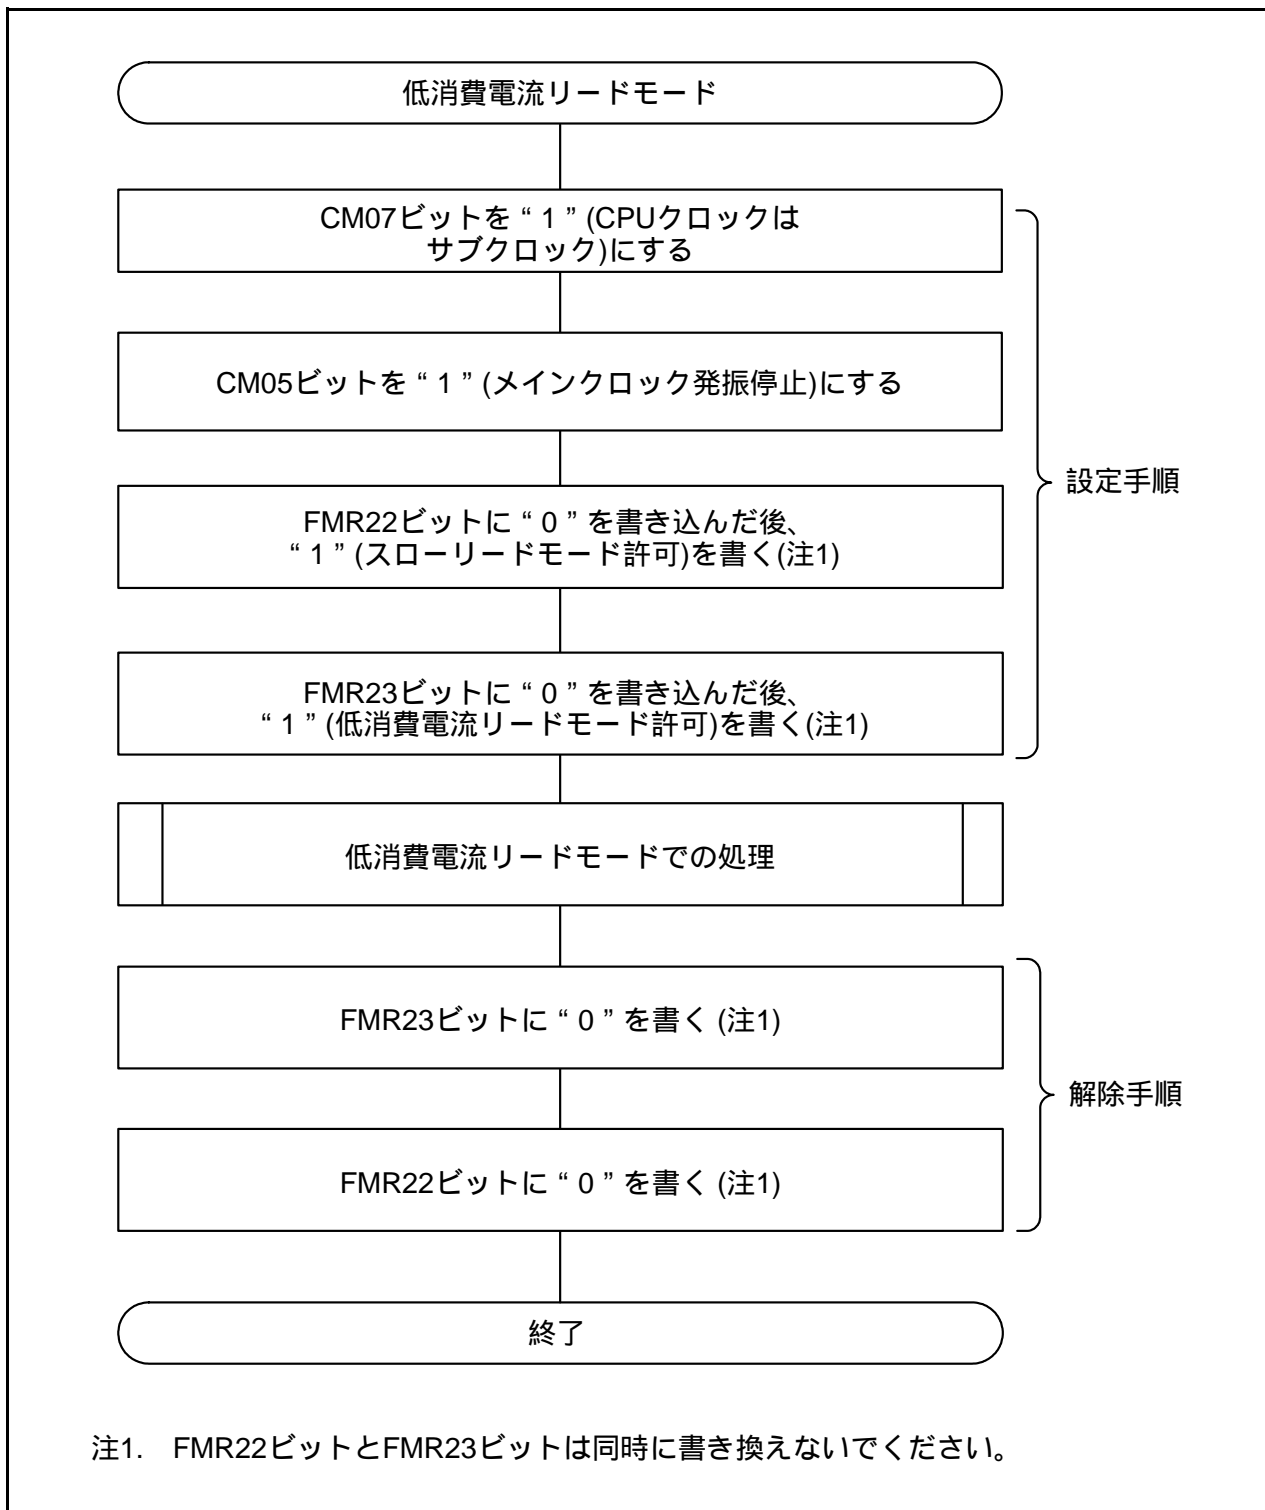

図9.5 低消費電流リードモードの設定、解除
CM0レジスタのCM07ビットが“1”(CPUクロックはサブクロック)のとき使用できます。図9.5に低消費電流リードモードの設定、解除を示します。
- 低消費電流リードモードに遷移する際は、スローリードモードを経由してください(「図9.5 低消費電流リードモードの設定、解除」参照)。